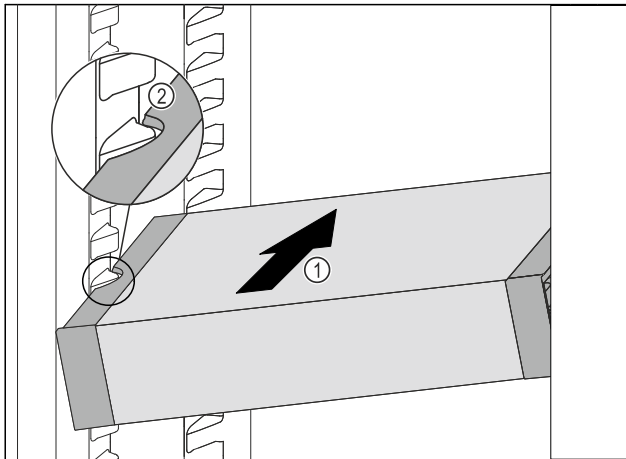

Fig. 48
- VarioSafe schuin in het koelgedeelte schuiven Fig. 48 (1), tot de uitsparingen aan de zijkant Fig. 48 (2) van de VarioSafe op de hoogte van de rib in het koelgedeelte zitten.